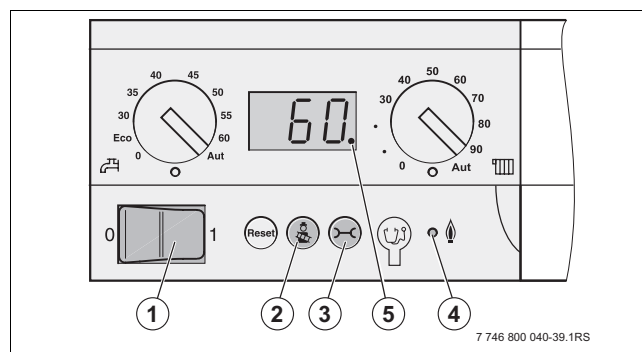

Рис. 65 Панель управления главного регулятора
- ▶ Десятичная точка внизу справа на экране гаснет (→ рис. 65, [5]).